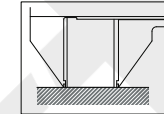

Fig.2
- El calibrador vernier vertical se pone a cero en el plato (Fig.2). La mordaza del vernier vertical y las mordazas del vernier horizontal entran en contacto con el plato, pulse el botón '0' para poner a cero.